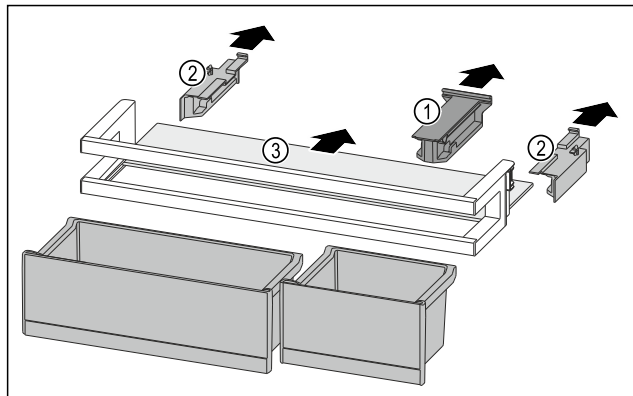

Fig. 230
- Estrarre l'elemento di tenuta Fig. 230 (1).
- Togliere gli elementi laterali Fig. 230 (2).
- Rimuovere il ripiano Fig. 230 (3).